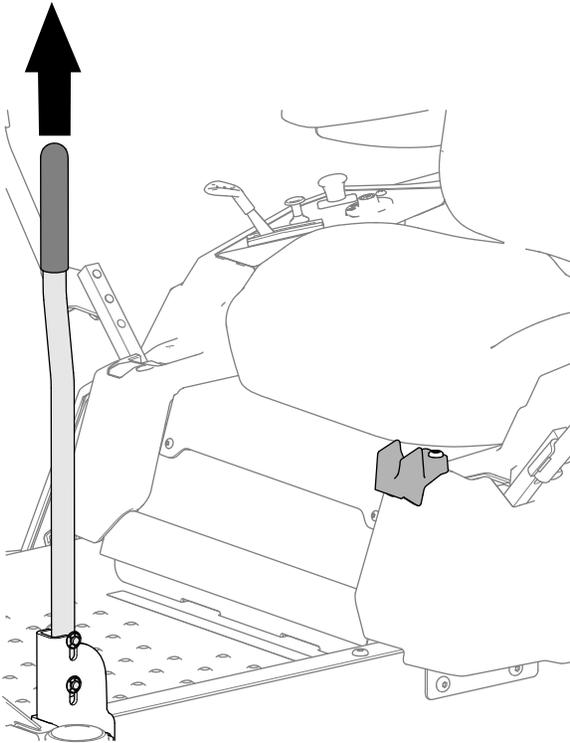

Рисунок 11
1. Поднимите вспомогательную рукоятку, как показано на Рисунок 11.